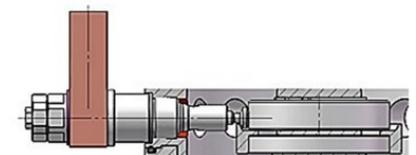

Abb. B-3
3. Stellen Sie das Pumpenelement in eine horizontale Position und stellen Sie sicher, dass der Kopf des Pumpenelements in die Nut zwischen Montagering und Nockenwelle gefallen ist. Ziehen Sie dann das Pumpenelement mit einem Drehmomentschlüssel SW24 fest. Der voreingestellte Wert des Drehmomentschlüssels darf nicht kleiner als $32.5 \text{ Nm} \pm 2.5 \text{ Nm}^*$ sein (Abb. B-3).